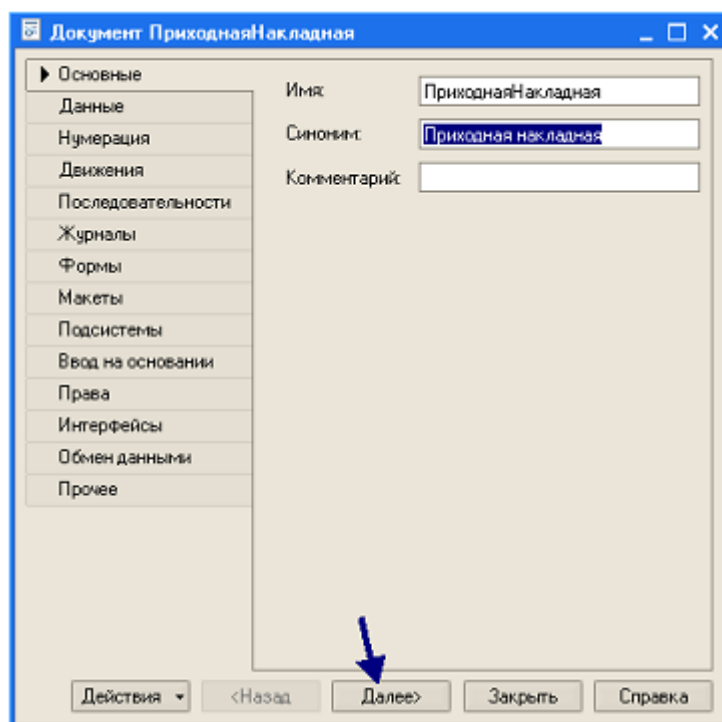

Рис. 39
- на вкладке *Основные* укажите имя создаваемого документа – *Приходная Накладная* (рис. 39);